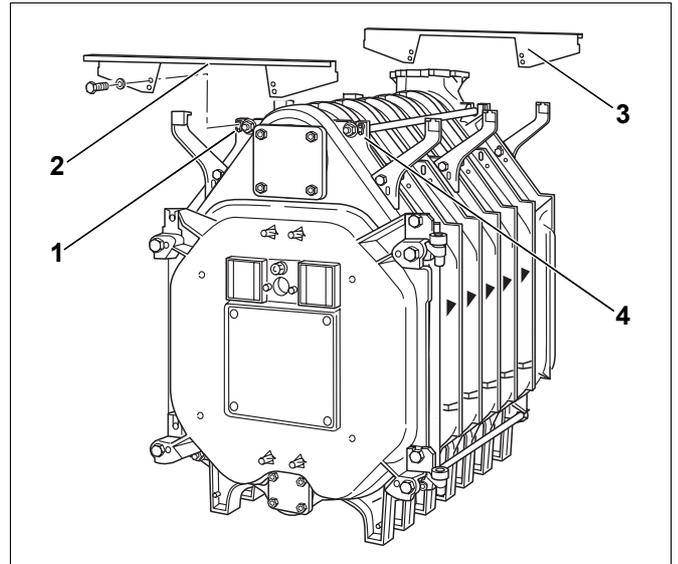

Bild 37 Quertraversen montieren
- ▶ Die Quertraverse oben vorne (Bild 37, **Pos. 2**) auf den Gussnocken (Bild 37, **Pos. 1 und 4**) fixieren und mit Sechskantschrauben (M8 × 16) handfest anschrauben. Die Abkantung der vorderen Traverse muss nach vorne zeigen.
- ▶ Die Quertraverse oben hinten (Bild 37, **Pos. 3**) auf den Gussnocken fixieren und mit Sechskantschrauben (M8 × 16) befestigen. Die Abkantung der hinteren Traverse muss nach hinten zeigen.